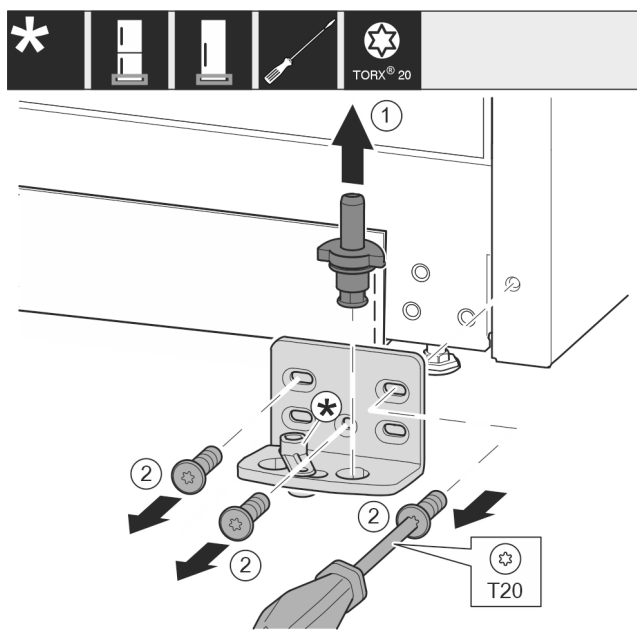

Fig. 16 \*
- ▶ Visiškai ištraukite atraminį kaištį Fig. 16 (1) į viršų.\*
- ▶ Išsukite varžtus Fig. 16 (2) atsuktuvu ir nuimkite atraminę gembę.\*